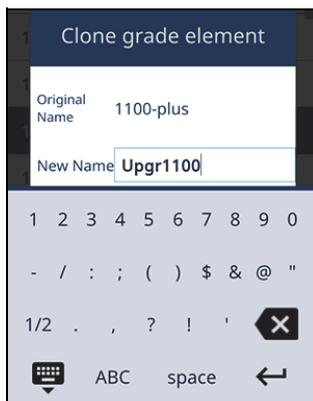

图 2-72 克隆牌号对话框
3. 点击**Clone**（克隆）按钮（），打开**Clone Grade**（克隆牌号）对话框（参见第84页的图 2-72）。